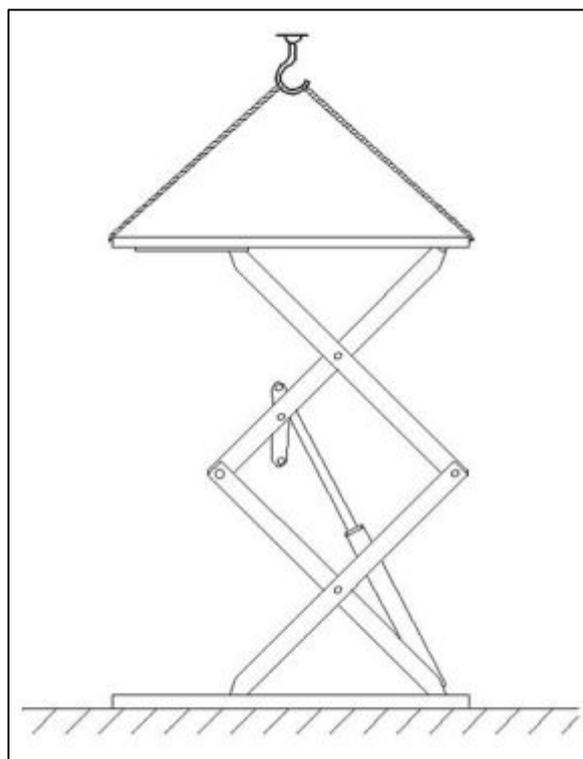

Рис. 14
- Автопогрузчиком, либо другим грузоподъемным механизмом поднять платформу (Рис. 14) и удостовериться, что механизм безопасности включен и заблокирован.